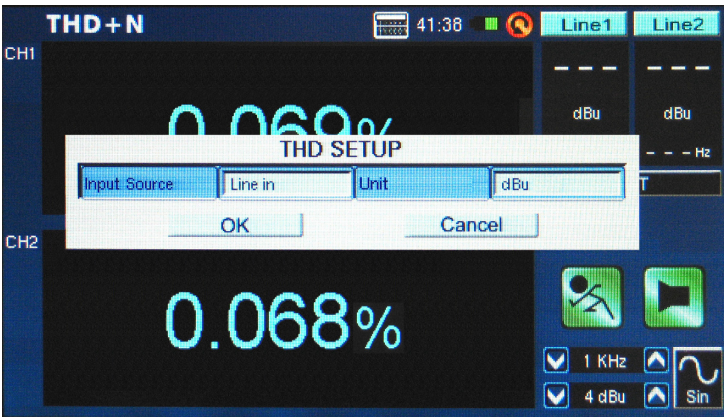

图 44
2. 将输入声源设置成“Line in”并选择“OK”继续(图44)。